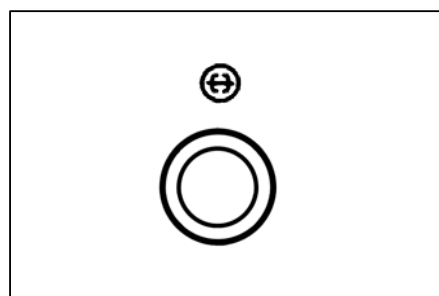

Abb. 7
9. Bringen Sie den Drehschalter Backen/Grill in die Stellung ☺ und drücken den Knopf ⊕ (Abb.7)